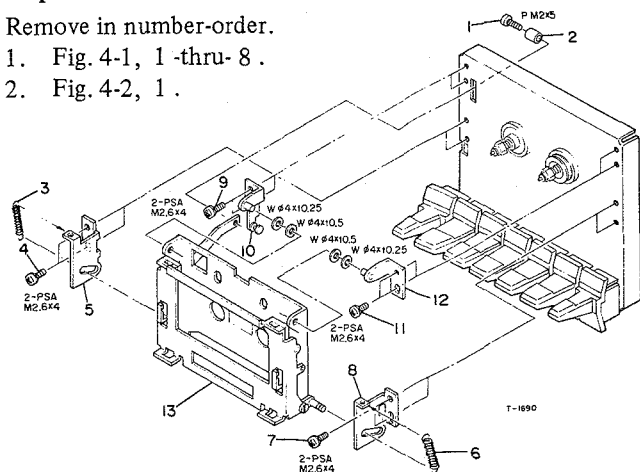

Fig. 4-3 Cassette Holder Ass'y
3. Fig. 4-3, 1 -thru- 13.
3. Fig. 4-3, 1 -thru- 13 .